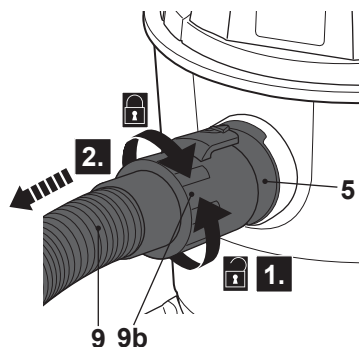

Fig. 12
- > Rode o conector da mangueira (9b) no sentido contrário ao dos ponteiros do relógio a partir da entrada de ar (5) para desconectar a mangueira (9) após a utilização (Fig. 12).